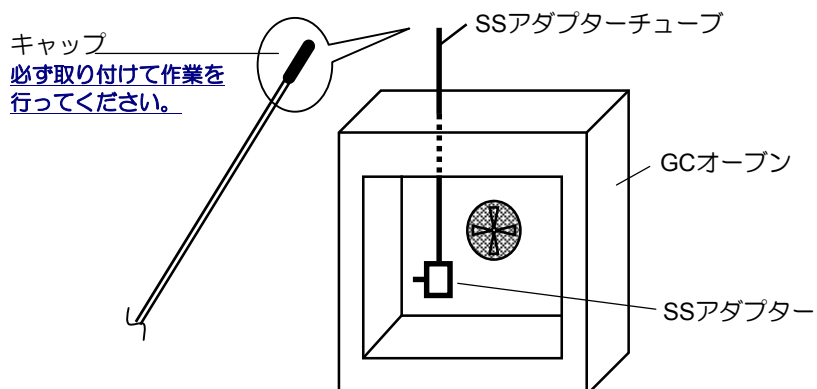
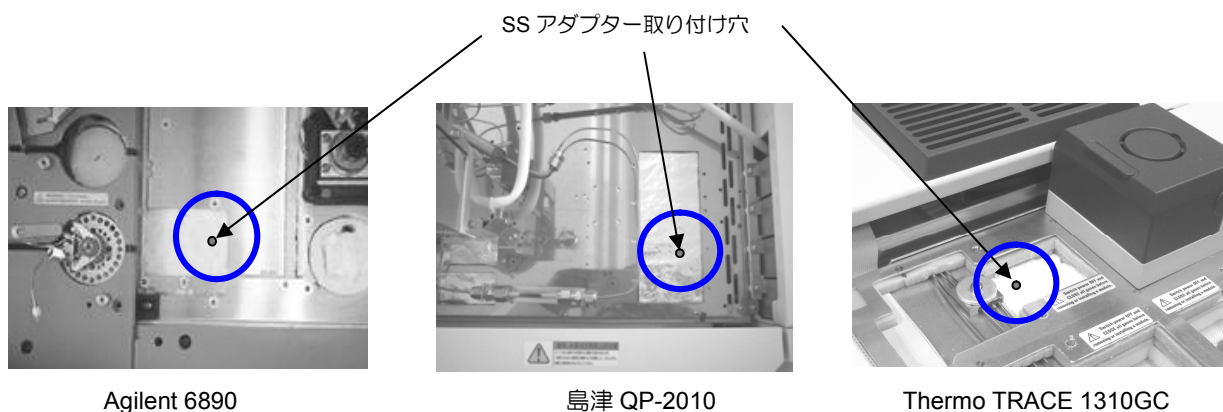

Fig. 3.1 SS アダプターの GC オープンへの取り付け
Fig. 3.2 GC オープン上部外壁の SS アダプター取り付け穴の例
- ① アダプターチューブの先端に、黒いキャップが取り付けられていることを確認してください。GC オープン内の上部の穴から、SS アダプターチューブのキャップ側から GC 上部の外に出し、その後キャップを取り外してください (Fig 3.1)。適当な穴がない場合は GC オープン上部外壁のアルミ板をカットして取り外し、ドライバーなどで下穴をあけて SS アダプターチューブを通してください (Fig. 3.2)。